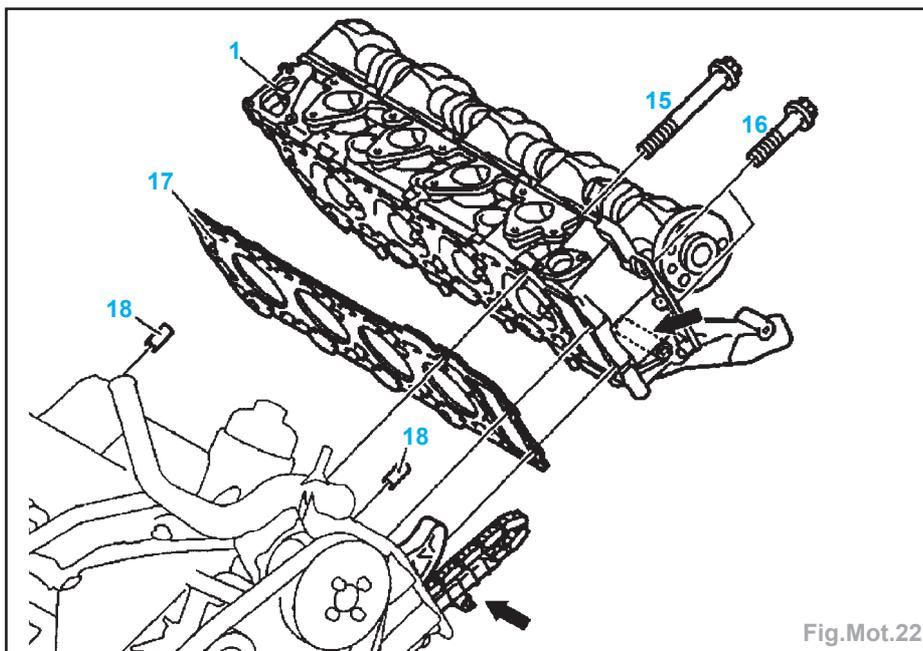
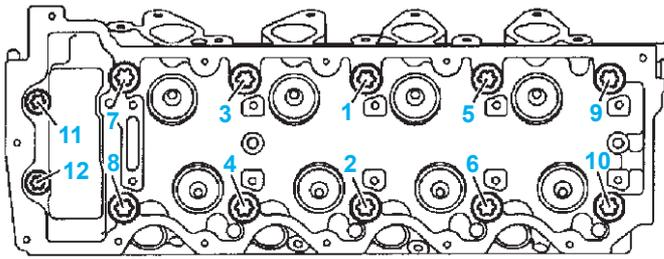

Fig.Mot.22
Fig.Mot.24
- Déposer les vis (16) (Fig.Mot.22).
- Remplacer le joint de culasse (17) (Fig.Mot.22).
- Lors de la mise en place de la culasse, insérer l'axe de glissière qui se trouve sur la culasse, dans la glissière (flèches) (Fig.Mot.22).
- Attention aux douilles d'ajustage (18) lors du positionnement de la culasse.
- Contrôler les vis de culasse (longueur sous tête maxi : 186 mm); huiler le filetage et la portée de tête des vis de culasse. Puis les mettre en place et les serrer en 3 passes (Fig.Mot.24) :